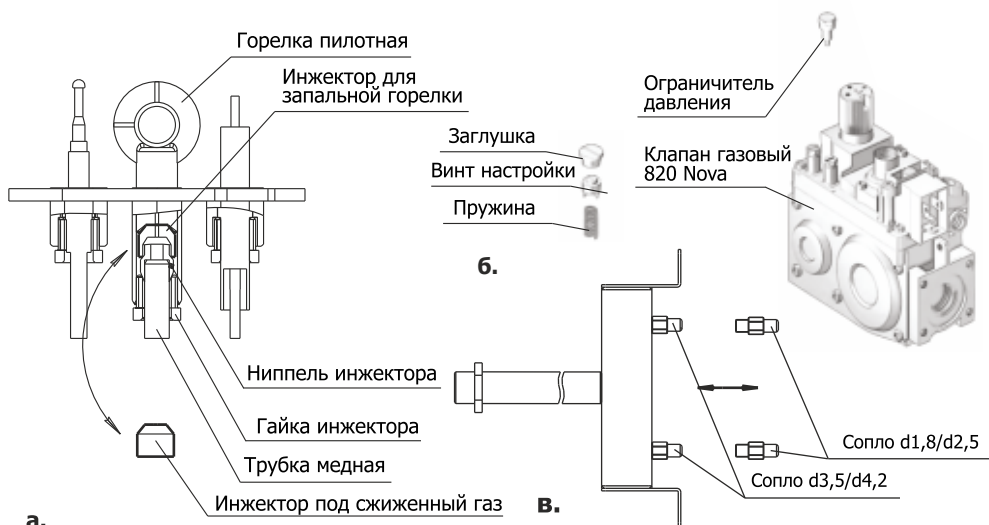

Рис. 9 Переналадка горелки газовой для подключения к сжиженному газу
1. Открутить с фланца пилотной горелки гайку и ниппель инжектора с трубкой медной и снять инжектор для запальной горелки (рис.9а). Взамен его установить в пилотную горелку инжектор под сжиженный газ из комплекта по переналадке. Закрепить трубку медную на фланце горелки ниппелем инжектора с помощью гайки инжектора. Убедиться в надежной фиксации.
2. Снять с клапана газового 820 Nova ограничитель давления (латунный колпачок на верхней части клапана), находящийся под заглушкой пластмассовый установочный винт и пружину (рис.9б) и заменить их ограничителем давления под сжиженный газ из комплекта переналадки. Момент затяжки ограничителя давления — 1 Нм.
3. Снять с газоваго сопла и заменить их соплами из комплекта (рис.9в). В зависимости от мощности горелки сопла отличаются количеством и диаметрами проходных сечений, поэтому важно производить замену только на сопла с соответствующей маркировкой.